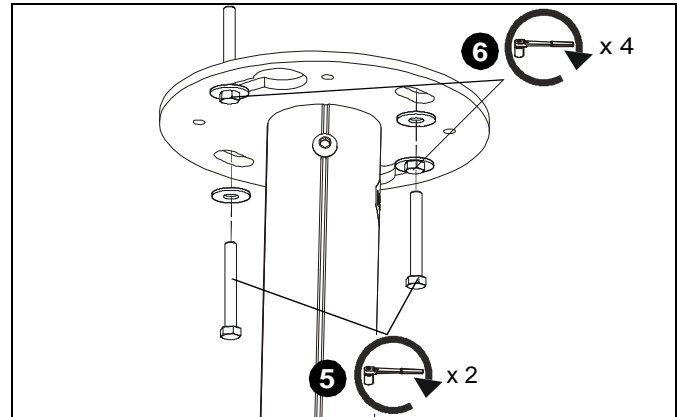

Figure 6
5. Installez deux vis tire-fond de 8 mm x 7 mm (5/16" x 2-3/4") (minimum) (non incluses) dans les trous sur la plaque pour plafond et dans les trous percés dans les contreventements transversaux des montants en bois. (Voir la Figure 6)
6. Serrez les quatre vis tire-fond pour fixer la plaque au plafond. (Voir la Figure 6)